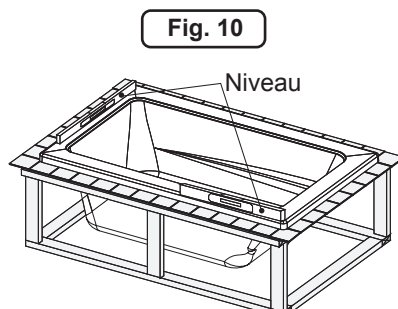

Fig. 10
- La baignoire doit être droite. Pour le vérifier, utilisez un niveau sur les rebords des deux extrémités de la baignoire et sur le seuil (Figure 10).